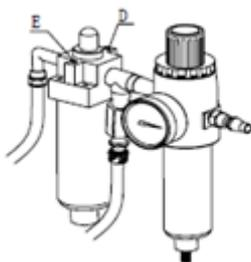

Abbildung 10
Pedal für gesperrten Reifen 5-6-mal drücken. Überprüfen Sie, ob der Ölnebelabscheider undicht war, andernfalls die Schraube (E), die das kontrollierte Öl mit einem Minus-Schraubendreher einträgt, einstellen. (Abb. 10)